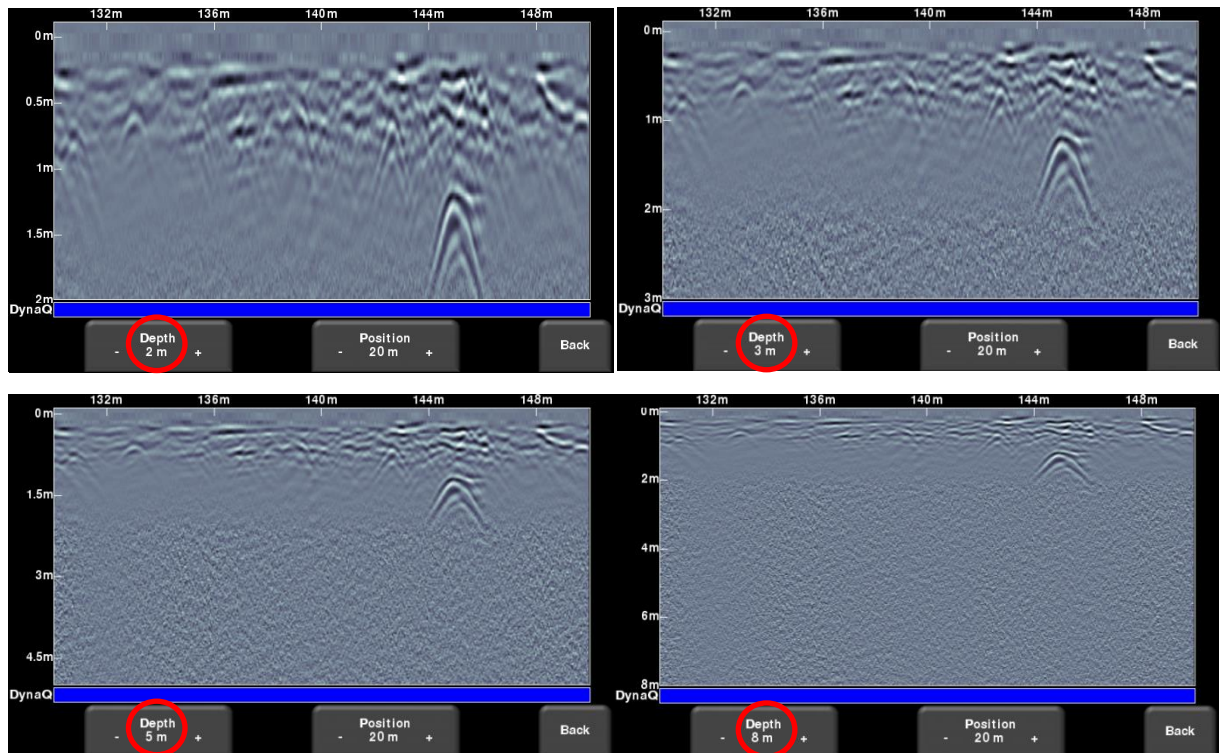

Figure 8-7 : Variation de la profondeur d'affichage
- **Profondeur** – Appuyez sur **+** ou **-** sous la touche **Profondeur** pour modifier la profondeur de l'affichage des données. Il s'agit de la fenêtre de profondeur. Les valeurs préconfigurées vont de 1 m à 8 m, voir Figure 8-7.